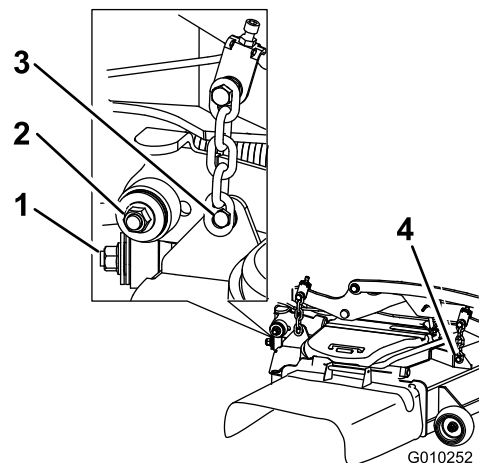

Figure 100
7. Enlevez et mettez de côté les fixations des deux côtés du tablier (Figure 100).